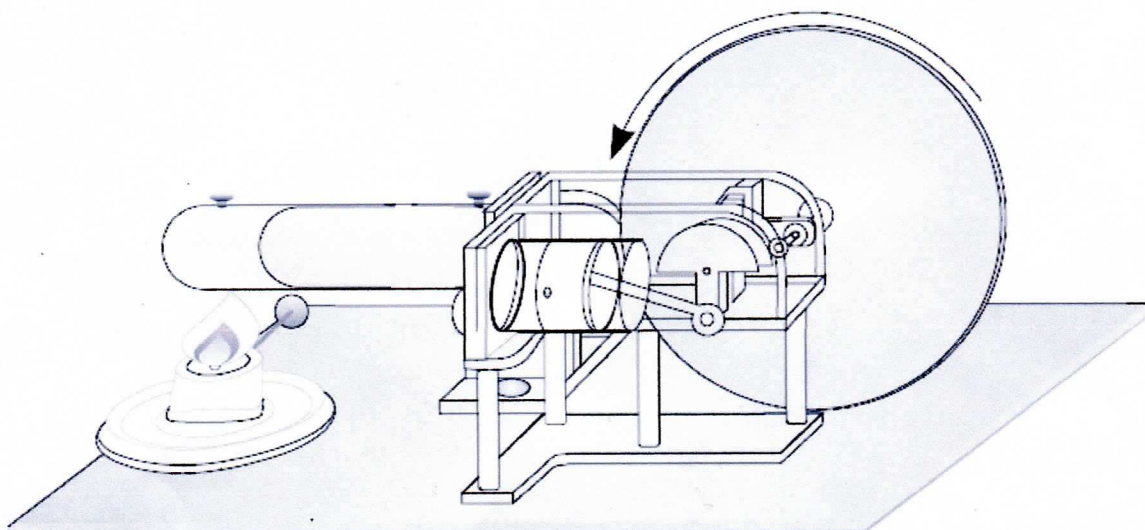

Fig.2 Le moteur Stirling comme moteur thermique
- Placez le piston de refoulement en butée arrière et, après un bref temps de réchauffement (environ 1 à 2 minutes), mettez la roue volante en mouvement en la poussant légèrement dans le sens des aiguilles d'une montre (vu de l'unité du générateur à moteur) (voir fig. 2).